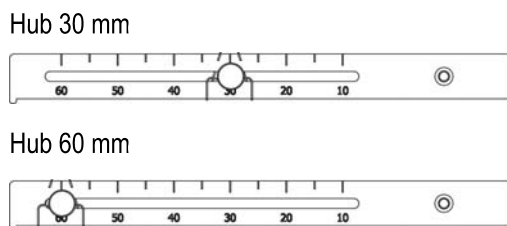

Figure 8
17. Déplacez le ressort de flexion et la cheville d'entraînement jusqu'à ce qu'elle se trouve dans la position correcte et que le levage correct (voir figure 8) soit réglé sur l'échelle du bras de levage.